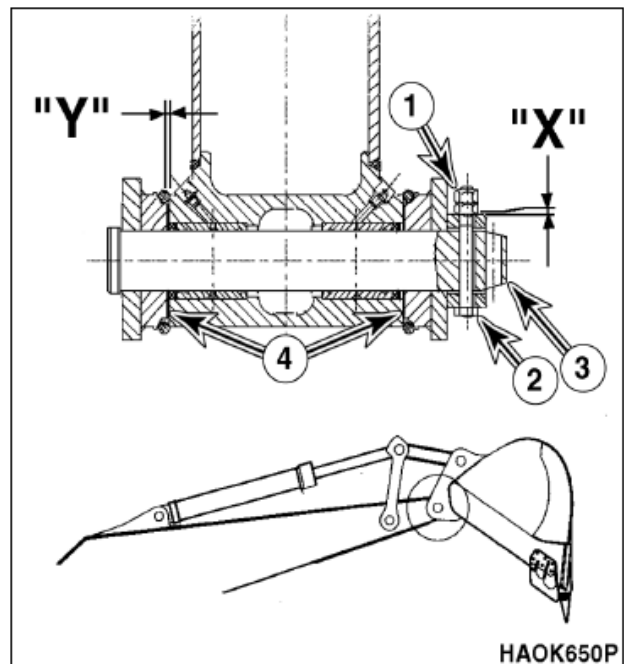

Рис. 98
2. Сместить ковш в сторону и проверить поперечный люфт под уплотнительными кольцами в точке присоединения. Суммарный зазор должен быть равен 1 мм между боковой стороной бобышки и внутренней стороной втулки проушины (Y, рис. 98). Слишком тугая посадка (меньше 1 мм) может вызвать чрезмерный износ, а слишком большой зазор может вести к повышенному шуму и быть потенциально опасным с точки зрения управления.
4. При необходимости регулировки снять две контргайки (1, рис. 98) и болт (2) с пальца (3). Добавить (или удалить) регулировочные шайбы (4) по мере необходимости. Следует использовать одинаковое количество шайб с каждой стороны. Установить болт (2) и две контргайки (1). Контргайки должны отступать от бобышки на 1-2 мм в точке (X).